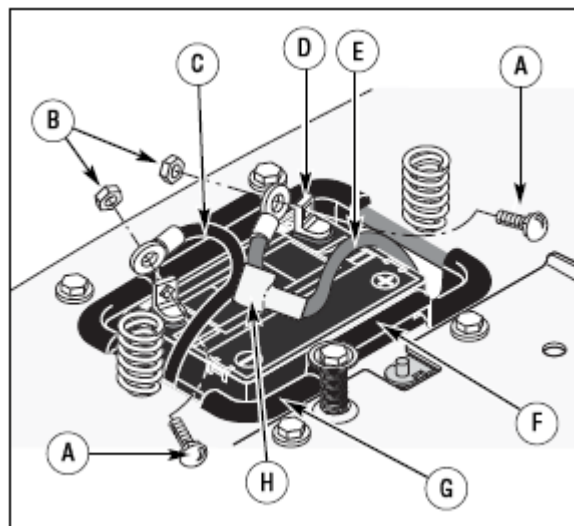

Рис. 27:
1. Отсоедините черный провод от отрицательной клеммы (рис. 27).
5. Подсоедините черный провод к отрицательной клемме и закрепите его (рис. 27).